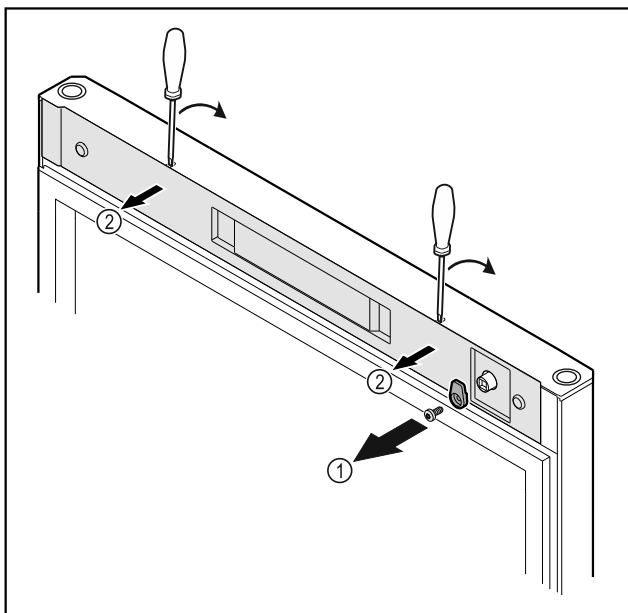

Fig. 18
- Skru av lukketappen Fig. 18 (1).
- Vipp dekselet Fig. 18 (2) ut av stilling med en liten skru-trekker, og ta det av.